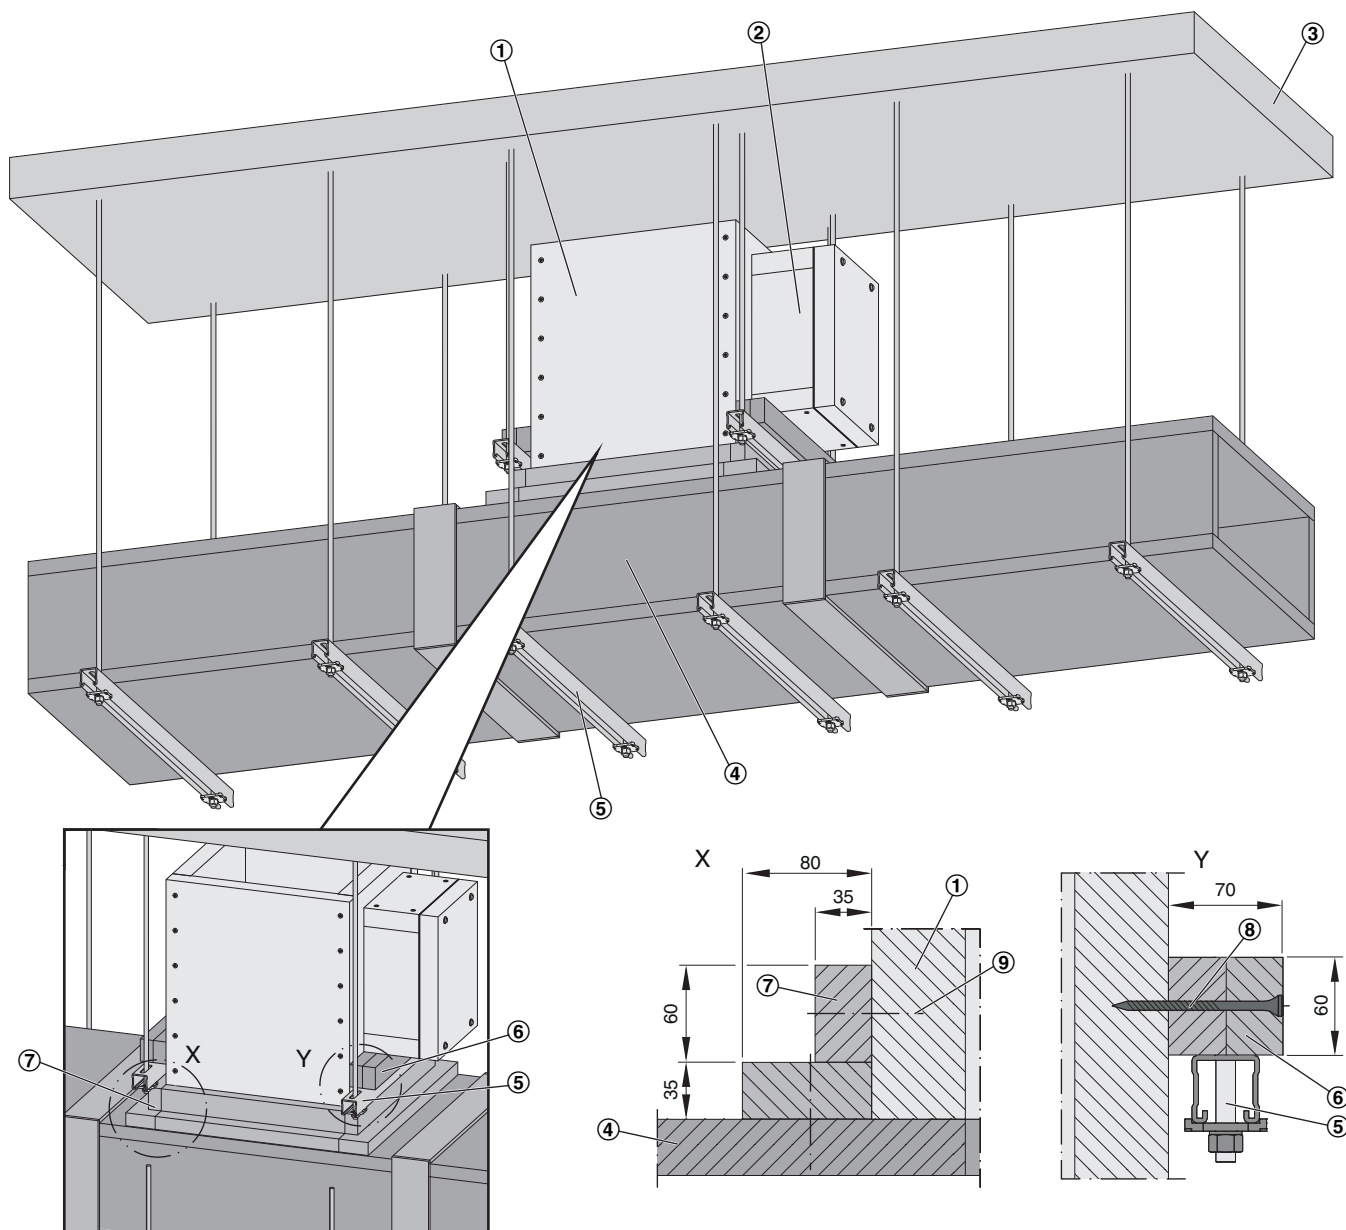

Abb. 11: Einbau auf horizontalen feuerwiderstandsfähigen Entrauchungsleitungen
- ▶ Beidseitig die Aufdoppelung (Abb. 11/6) mit Schnellbauschrauben 4 × 100 mm an der Entrauchungsklappe anbringen; (mit $\varnothing 3 \text{ mm}$ vorbohren), Schraubabstand $\leq 100 \text{ mm}$, mindestens 2 Schrauben.
- 4. ▶ Verbindung zwischen feuerwiderstandsfähiger Entrauchungsleitung und Entrauchungsklappe mit Riegel (Abb. 11/7) herstellen. Dazu die Riegel an den Stossstellen, an der Entrauchungsleitung und an der Entrauchungsklappe verkleben (z. B. K84, Promat oder gleichwertig) und mit Stahldrahtklammern 63/11,2/1,53 mm, Abstand ≤ 150 mm, verbinden.